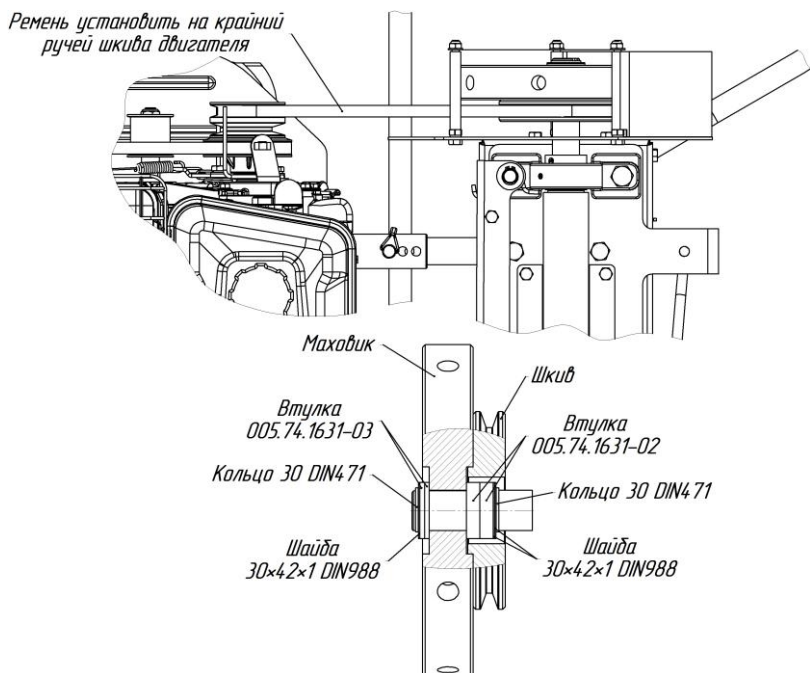
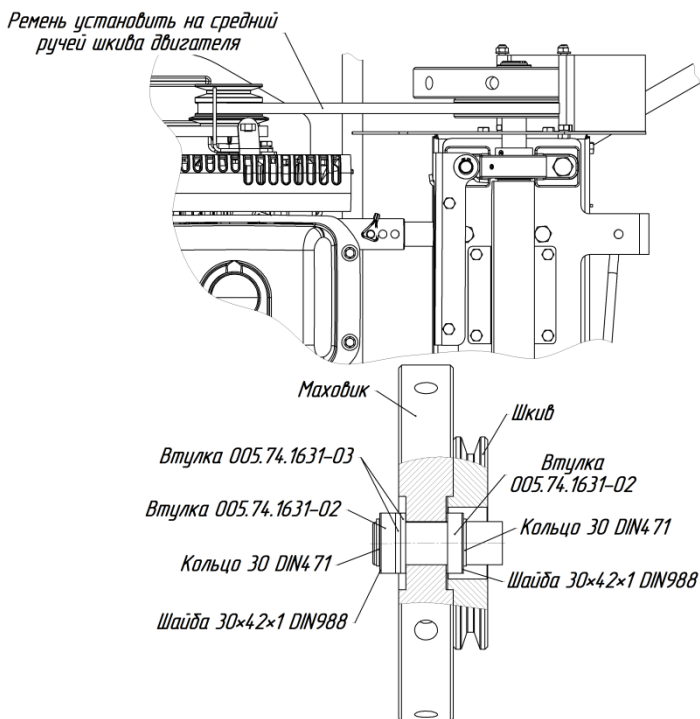
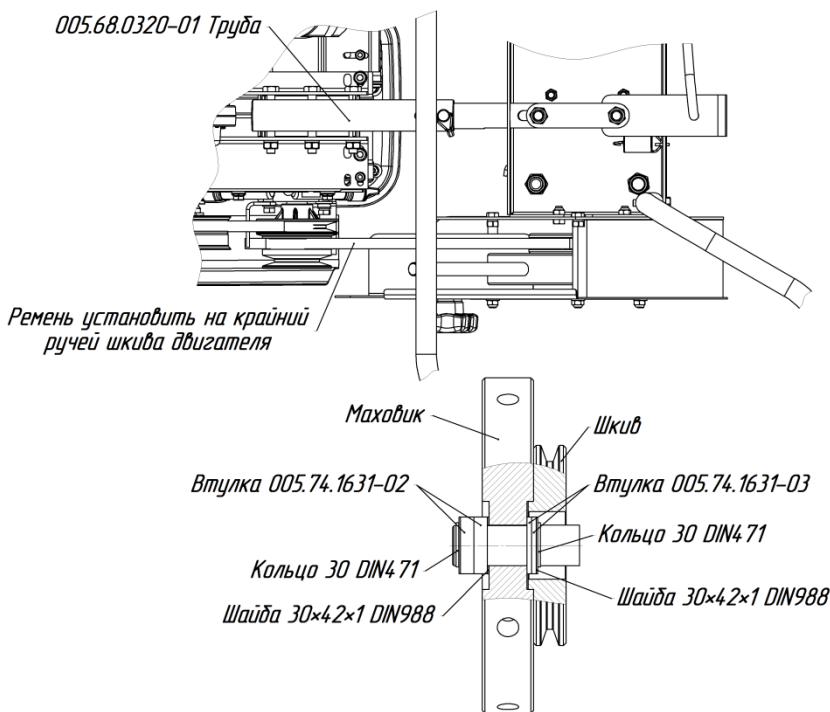
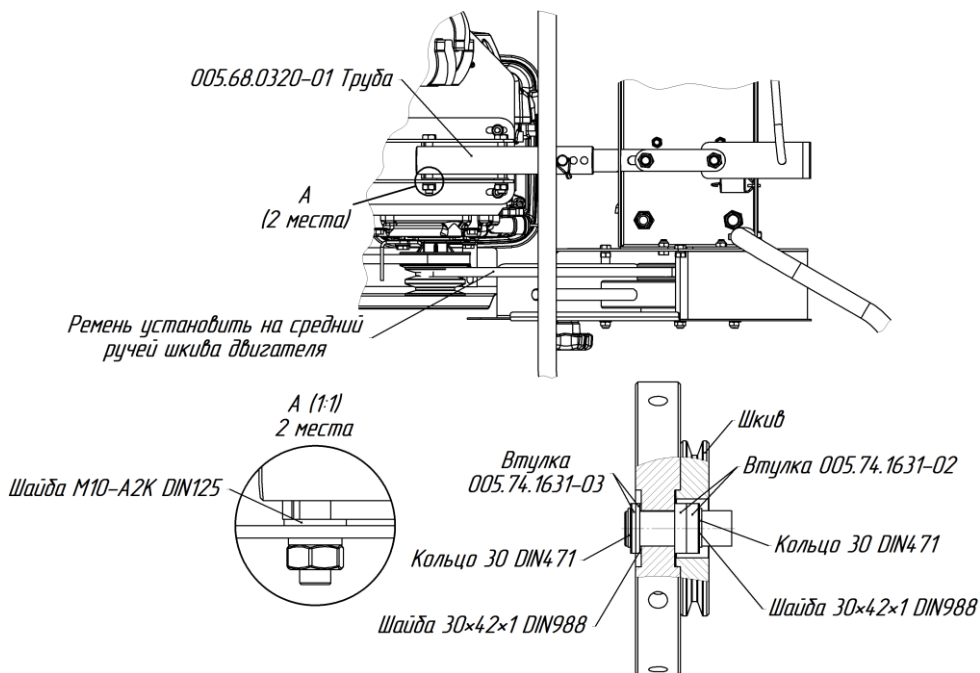

Рис.3. Схема сборки шкива с маховиком для работы с МБ2МА
Рис.4. Схема сборки шкива с маховиком для работы с МБ23МА
Рис.5. Схема сборки шкива с маховиком для работы с МБ2
Рис.6. Схема сборки шкива с маховиком для работы с МБ23
- 7) В зависимости от модели мотоблока установите шкив дровокола согласно рис.3, рис.4, рис.5, рис.6, подобрав ремень из комплектации.